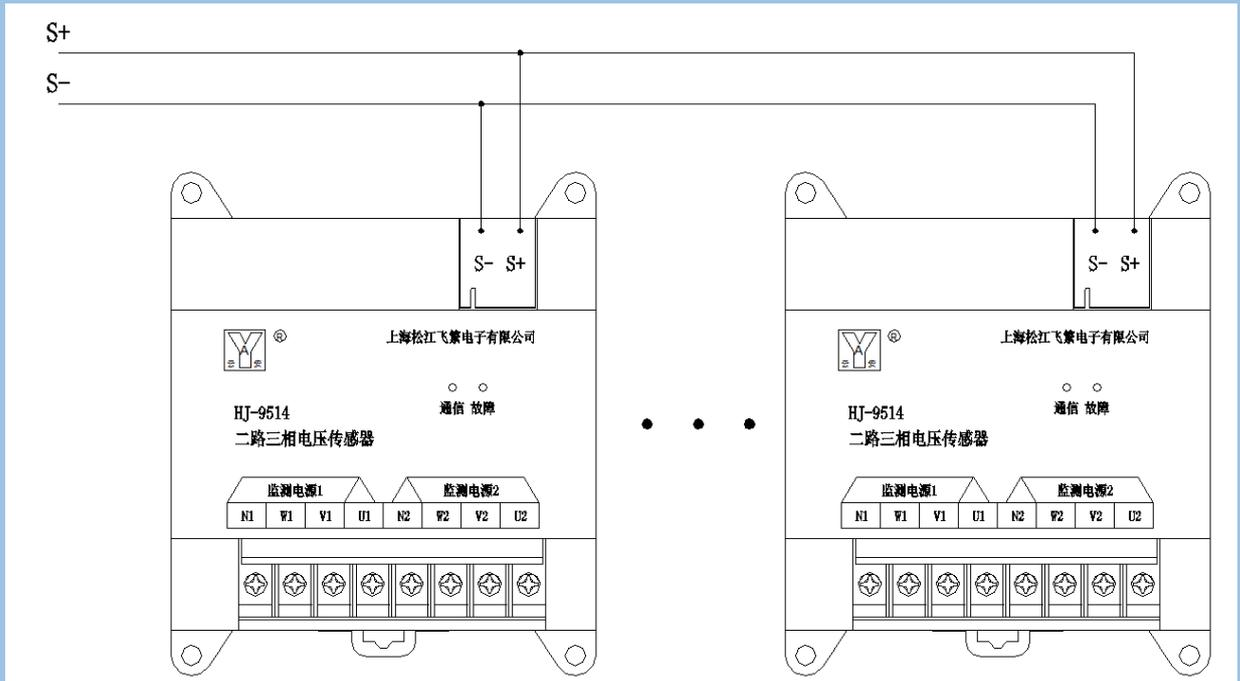

图 3：二路三相电压传感器-总线接线图
(2) 控制器通过二总线 (S+、S-) 将该回路上所有传感器按二总线并联方式接线 (详见图 3)。